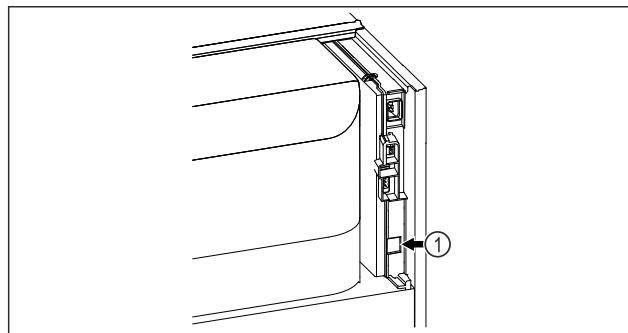

Fig. 144
- Se utiliza SmartModule Fig. 144 (1).